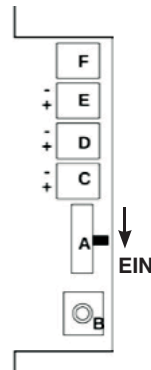

Abb. 2
3. Öffnen Sie das Gehäuse und schieben Sie den Startknopf (Abb. 2 (A)) in Richtung des Anlern-Knopfes (B). Alle LEDs bestätigen das Einschalten durch kurzes Aufleuchten.
4. Versetzen Sie zuerst das Gateway in den Anlern-Modus (Inklusion), danach die Sirene, indem Sie einmal kurz auf den Anlern-Knopf (Abb. 2 (B)) drücken.
Der Node Information Frame (NIF) ist die Visitenkarte eines Z-Wave Gerätes. Dabei handelt es sich um ein spezielles Datenpaket, welches Informationen über den Gerätetyp sowie die Funktionen des Gerätes enthält. Inklusion und Exklusion eines Gerätes wird von diesem mit einem Node Information Frame beantwortet. Zusätzlich kann der Node Information Frame für bestimmte Konfigurationsprozesse des Z-Wave Netzes benötigt werden. Jeder Tastendruck auf den Anlern-Knopf (Abb. 2 (B)) führt zum Aussenden eines Node Information Frame.